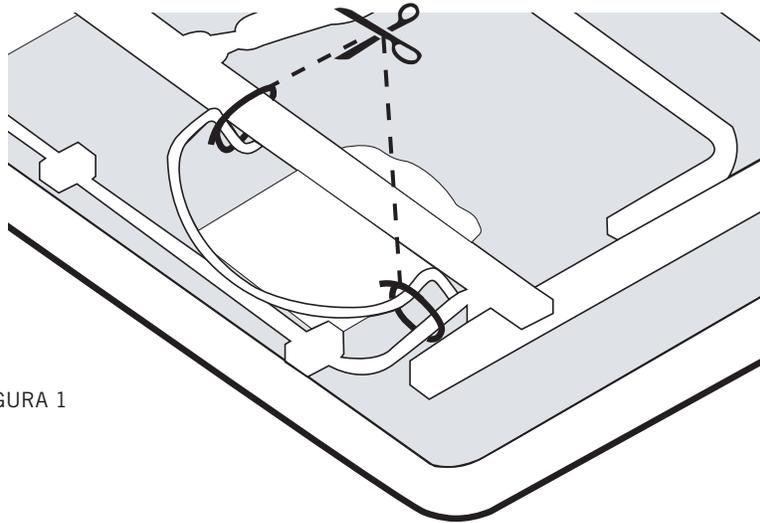

FIGURA 1
Corte el precinto de la fuente de alimentación eléctrica. Corte los (2) precintos y quite el retenedor del colchón (póngalo aparte) (FIGURA 1).